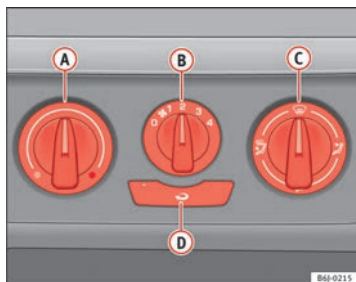

Fig. 100 Sulla plancia portastrumenti: i comandi del riscaldamento
- Ruotare verso sinistra la manopola di regolazione della temperatura **A** ⇒ fig. 100.
- Ruotare verso destra la manopola di regolazione della temperatura **A** ⇒ fig. 100 portandola sul livello desiderato.
- Ruotare verso destra la manopola di regolazione della temperatura **A** ⇒ fig. 100 portandola sul livello di riscaldamento massimo.
- Aprire e orientare la bocchetta ④ verso i finestrini laterali
- Girare la manopola della temperatura ① ⇒ fig. 100 portandola nel settore del riscaldamento.
- Ruotare la manopola di regolazione della ventola ② posizionandola sul livello 2 o 3.
- Chiudere le bocchette ③.
- Aprire e orientare le bocchette ④ verso i finestrini laterali.